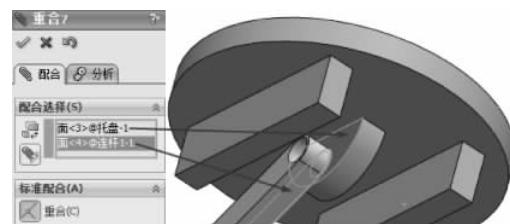

图 3-183 重合配合
(15) 继续进行配合约束，选择【标准配合】选项组下的【重合】配合类型 ，在【要配合的实体】选择框 中选择如图 3-183 所示的面，其他保持默认，单击【确定】按钮 ，完成重合配合。